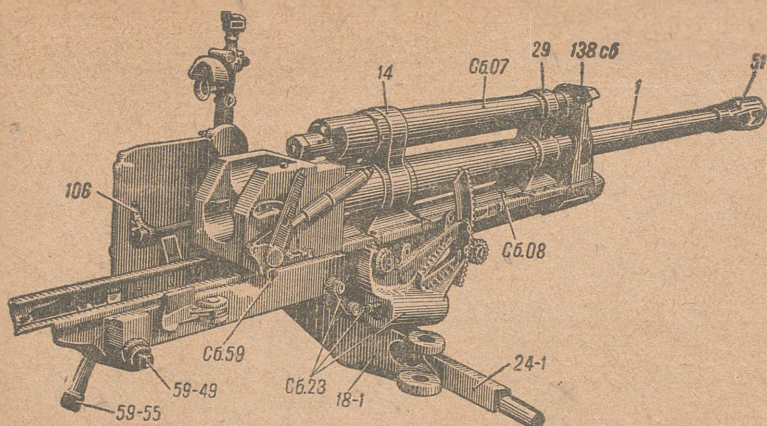

Рис. 4. Вращающаяся часть пушки с лобовой коробкой и боевой осью (вид справа) (сб. 01):
1. ОБЩЕЕ УСТРОЙСТВО ПУШКИ (рис. 4—7)